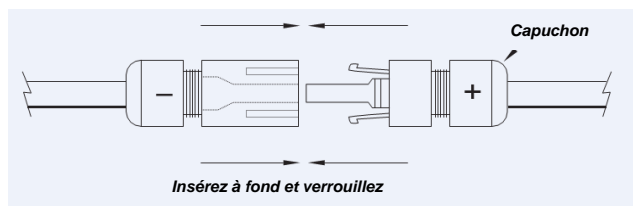

Figure 3 : Raccordement des connecteurs
Les modules PV Mylight Systems sont fournis avec deux (2) câbles de sortie toronnés résistants à la lumière du soleil qui se terminent par des connecteurs PV compatibles avec la plupart des installations. La borne (+) positive est dotée d'un connecteur femelle tandis que la borne (-) négative est équipée d'un connecteur mâle. Le câblage du module est prévu pour des raccordements en série [à savoir, raccordement des connecteurs femelles (+) aux connecteurs mâles (-), tel qu'indiqué dans la Figure 3, mais peut également être utilisé pour raccorder des appareils électriques tiers compatibles pouvant avoir une configuration de câblage différente, aussi longtemps que les instructions du fabricant sont respectées.